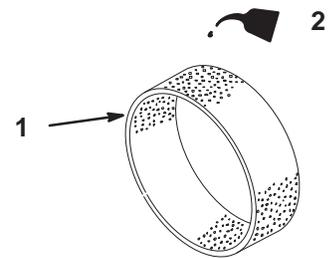

Bild 30
4. Gießen Sie etwas Öl auf den Einsatz (Bild 30).